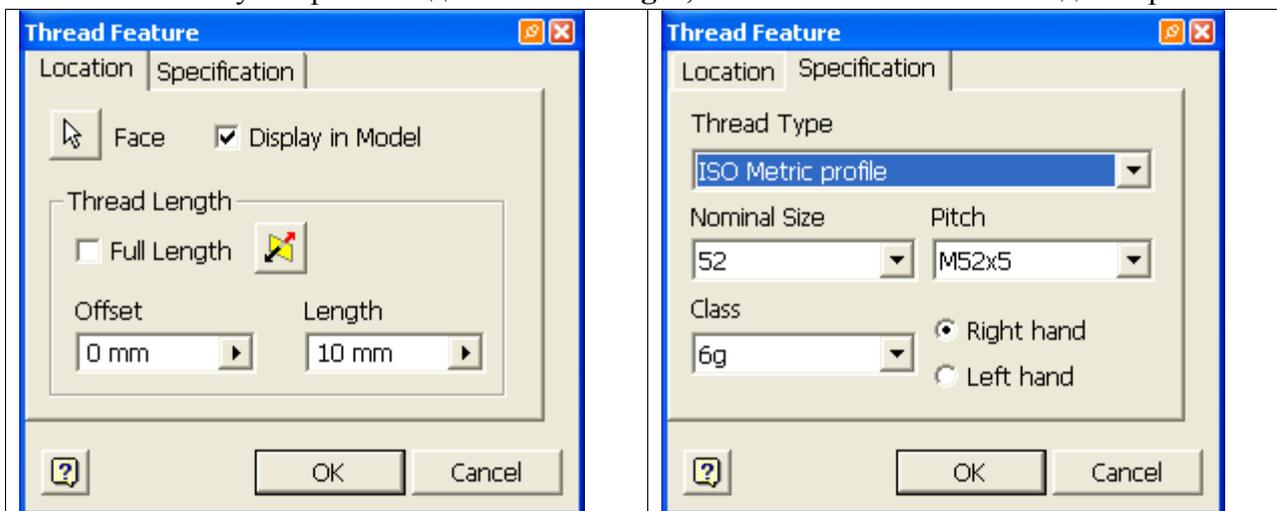

Рис. 12 Диалоговое окно **Tread Feature**.
2. В диалоговом окне **Thread** на вкладке **Location** (рис. 12) в поле **Thread Length** снимите галочку напротив надписи **Full Length**, тем самым вы сможете задать протяженность участка, на котором должна быть нарезана резьба.
5. На вкладке **Specification** (рис. 12) в окне **Thread Type** выберите надпись **ISO Metric Profile**. Это можно сделать, нажав на кнопке-стрелке, справа от окна ввода.